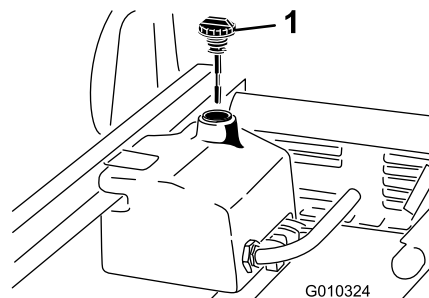

Рисунок 21
1. Очистите зону вокруг заливной горловины и крышки гидравлического бака (Рисунок 21). Снимите крышку с заливной горловины.
2. Извлеките измерительный щуп (Рисунок 21) из заливной горловины и протрите его чистой ветошью. Вставьте измерительный щуп в заливную горловину; затем извлеките его и проверьте уровень жидкости. Уровень жидкости должен находиться между двумя метками на измерительном щупе.